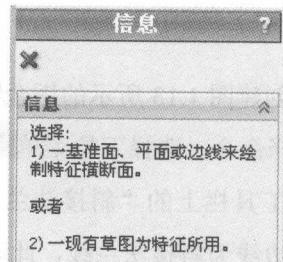
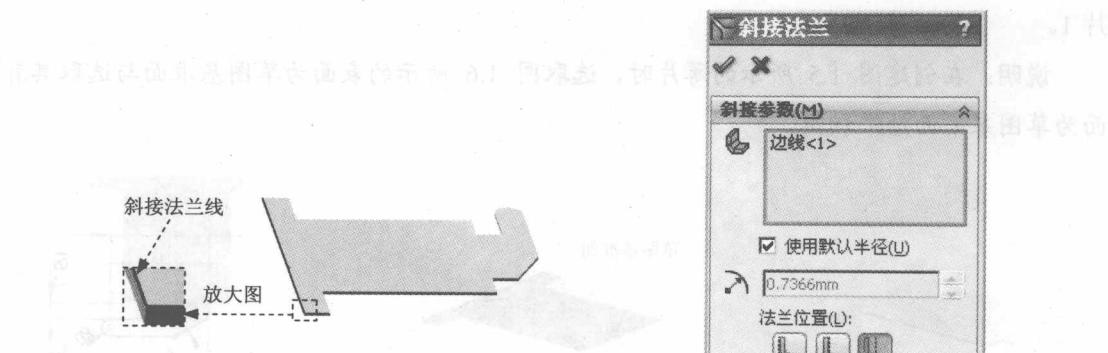

图 1.9 “信息”窗口
图 1.10 斜接法兰线
(1) 选择命令。选择下拉菜单 **插入(I)** → **钣金(H)** → **斜接法兰(M)**... 命令 (或单击“钣金”工具栏上的“斜接法兰”按钮), 系统弹出图 1.9 所示的“信息”窗口。在绘图区选取图 1.10 所示的边线为斜接法兰线 (“信息”窗口自动消失), 系统自动生成基准面 1，并进入草图环境。